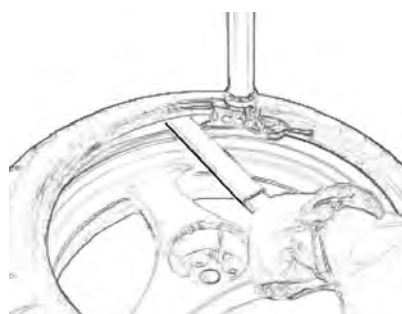

Fig. 4.3-2
- Faire tourner l'autocentrant par à-coups et utiliser le levier de la main gauche pour soulever et orienter le talon du pneu sur l'outil de montage/démontage (Fig. 4.3-2).